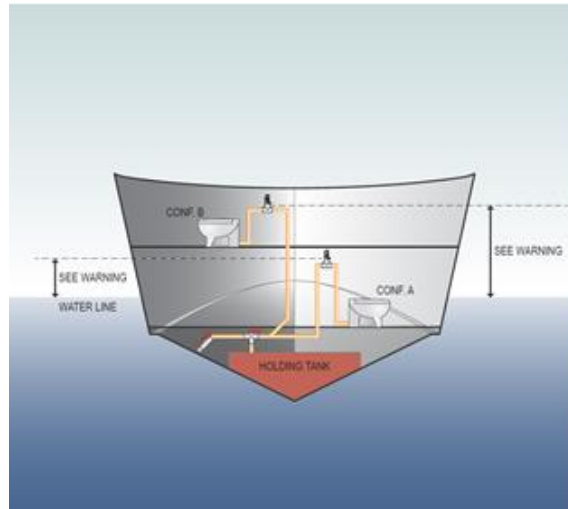

Fig. 1
**ATTENZIONE:** Configurazione Wc A vaso installato sotto il livello di galleggiamento, è doveroso montare UNA VALVOLA DI VENTILAZIONE ad una quota sufficientemente superiore alla linea stessa. Vedi esempio fig.1.
**ATTENZIONE:** Configurazione Wc B. Vaso installato sopra il livello di galleggiamento, è raccomandato montare UNA VALVOLA DI VENTILAZIONE per evitare fenomeni di sifonaggio che potrebbero generare cattivi odori. Vedi esempio Fig. 1.